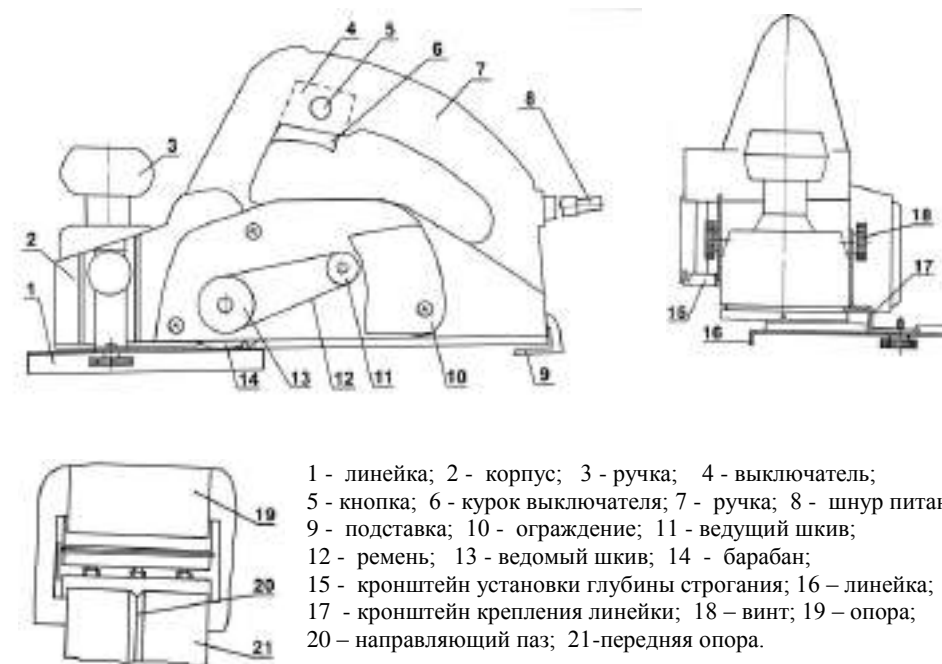

Рис. 1 Устройство рубанка
4.5. Линейка из комплекта поставки позволяет регулировать ширину при строгании, она устанавливается и закрепляется согласно рис. 1.